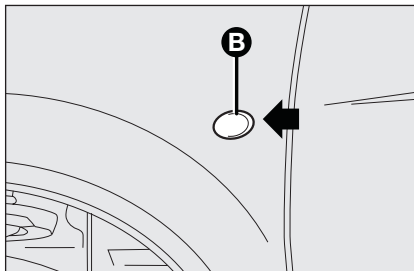

fig. 16
- levante o conjunto através do ponto indicado pela seta, de modo a comprimir a mola de fixação **B-fig. 16**;